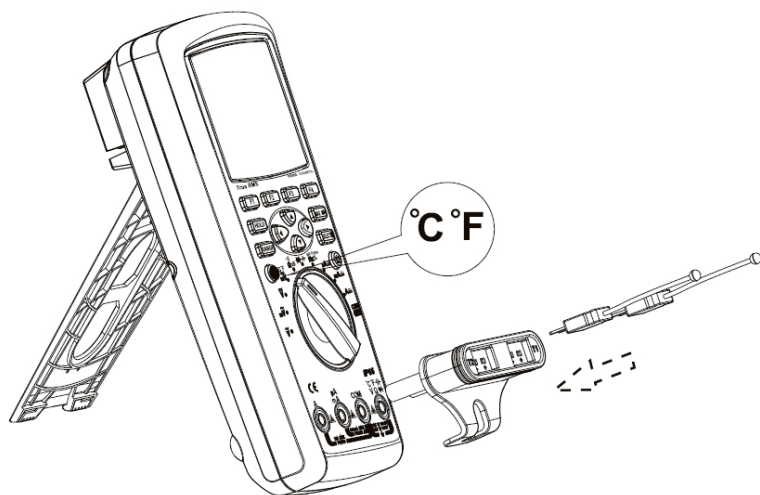

Figura 12
2. Posicione a chave rotativa para " $m\bar{V}^{\circ}C^{\circ}F$ ", pressione o botão SELECT para selecionar a medida em Celcius ($^{\circ}C$) ou Fahrenheit ($^{\circ}F$) e então encoste a ponta do termopar na superfície em teste, conforme **Figura 12**.